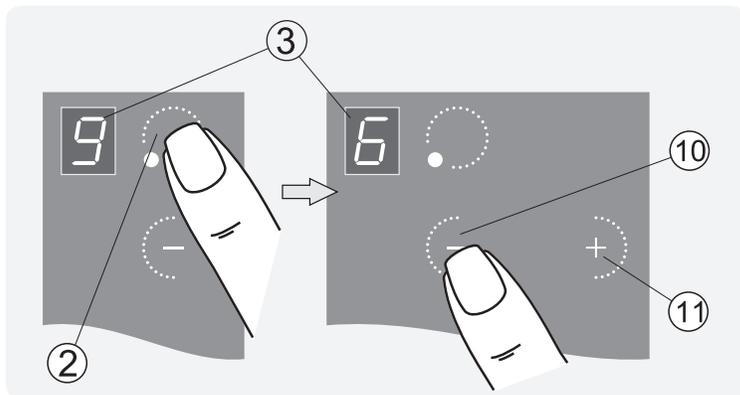

Рис.5
1. Работавшую конфорку касанием зоны ② перевести в режим управления (рис. 5).